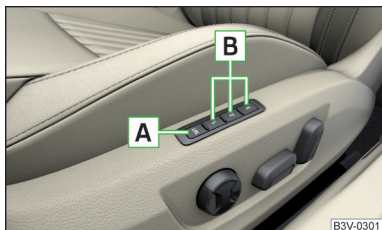

Abb. 67
Unter den Speichertasten **B** am Fahrersitz kann jeweils eine Einstellung der Fahrersitz- und Außenspiegelposition gespeichert werden » Abb. 67.
- Die Taste **SET A** » Abb. 67 halten und innerhalb von 10 s gleichzeitig die gewünschte Speichertaste **B** drücken. Das Speichern wird mit einem akustischen Signal bestätigt.
- Die Zündung einschalten und die gewünschte Speichertaste **B** » Abb. 67 drücken.